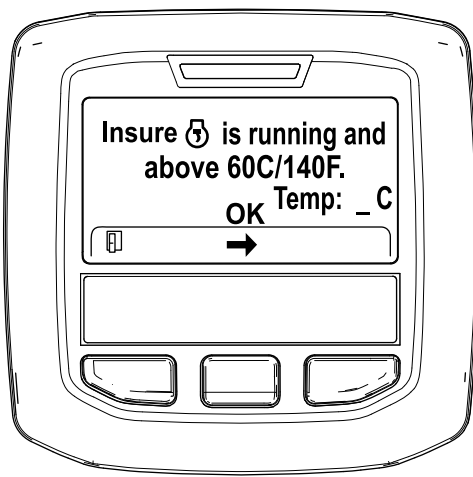

Figura 48
5. Se la temperatura del refrigerante è inferiore a 60°C, viene visualizzato il messaggio "Assicurarsi che  sia in funzione e sopra 60°C". (Figura 48).